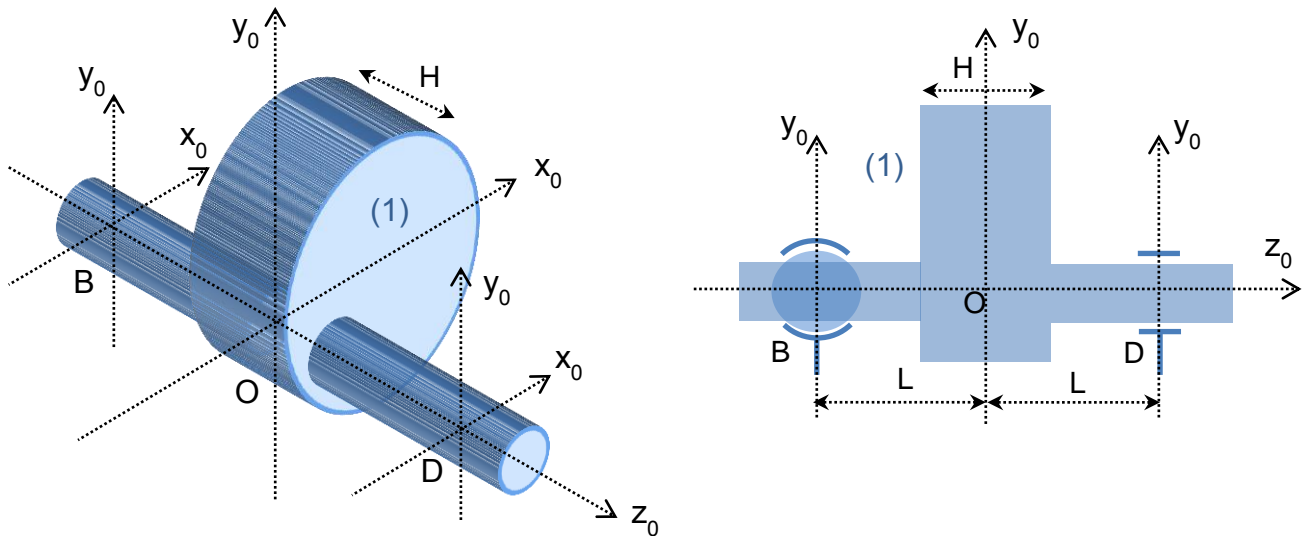

Figure 2
- ✓ un ensemble (1) assimilable à un cylindre de rayon  $R$  et de hauteur  $H$  (figure 2) excentré d'une valeur  $e = OC$  en rotation autour de l'axe  $Oz_0$  de paramètre  $\theta = (\vec{x}_0, \vec{x}_1)$ . Sa masse est notée  $m_1$  et son centre de gravité est confondu avec le point  $C$ . Cet ensemble est guidé par une liaison rotule en  $B$  et une liaison linéaire annulaire en  $D$  d'axe  $Dz_0$  (figure 2). Les liaisons sont supposées parfaites. Le mouvement de rotation est assuré par un couple moteur  $C_m$  autour de l'axe  $Oz_0$  et la vitesse de rotation est supposée constante  $\dot{\theta} = \omega$